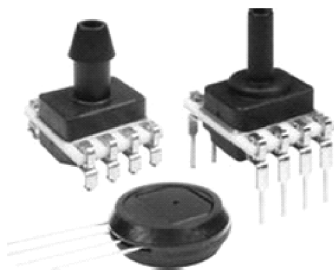

图 2-112 热电阻传感器
3) 热电阻传感器。热电阻测温是基于金属导体的电阻值随温度的增加而增加这一特性来进行温度测量的，如图 2-112 所示。